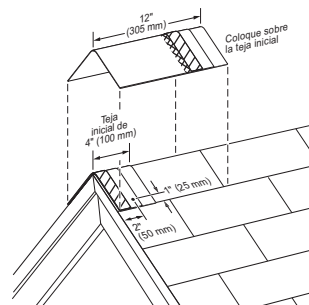
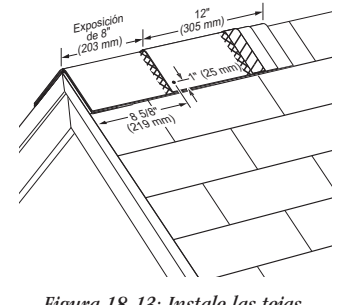

Figura 18-12: Aplique una teja de remate completa sobre la teja inicial.
Figura 18-13: Instale las tejas de remate con una exposición de 8" (203 mm) y sujételas con un clavo en cada lado como se muestra.
¡IMPORTANTE! Utilice DOS clavos para sujetar cada teja. La longitud mínima de los sujetadores debe ser de 1³/₄" (45 mm). Para la teja inicial, coloque el sujetador a 1" (25 mm) hacia adentro desde cada uno de los bordes laterales y aproximadamente a 2" (50 mm) arriba del borde del tope expuesto de la teja inicial; asegúrese de que el sujetador se introduce ³/₄" (19 mm) en la base del techo o lo atraviesa por completo. (*Ver figura 18-12*). Para cada teja Cedar Crest completa, coloque los sujetadores 8⁵/₈" (219 mm) arriba desde su borde de tope expuesto y a 1" (25 mm) hacia adentro desde el borde de cada lado (*ver figura 18-13*).
Aplique el techado primario hasta la lima o cumbrera a ambos lados del techo y luego recorte al ras. Compruebe que las tejas Cedar Crest cubren adecuadamente la hilera superior de las tejas en ambos lados de la lima y la cumbrera. Prepare una teja "inicial" de 4" (100 mm) cortando la porción inferior de gránulos de color, de 8" (203 mm), de una teja Cedar Crest. Aplique la pieza inicial de 4" (100 mm) con el borde sobrepuesto levantado sobre la esquina inferior de la lima, o en cualquiera de los extremos de la cumbrera, sobrepasando la esquina o el borde aproximadamente 1/2" (12 mm) y doblando la teja inicial a lo largo de su línea central hasta adaptarla al contorno (*ver figura 18-12*). Inserte un clavo a cada lado, aproximadamente 2" (50 mm) más arriba del borde del tope expuesto de la teja inicial y a 1" (25 mm) de cada borde lateral de esta. A continuación aplique una pieza completa de 12" x 12" (305 x 305 mm) sobre la teja inicial, doblando la teja a lo largo de su línea central hasta adaptarla al contorno en su lugar sobre la lima o cumbrera, a ras de los bordes inferior y laterales de la teja inicial. Sujete con dos (2) clavos de longitud mínima de 1³/₄" (45 mm) y un clavo en cada lado de la teja, ubicado 8⁵/₈" (219 mm) más arriba del borde del tope y a 1" (25 mm) de cada borde lateral (*ver figura 18-13*).